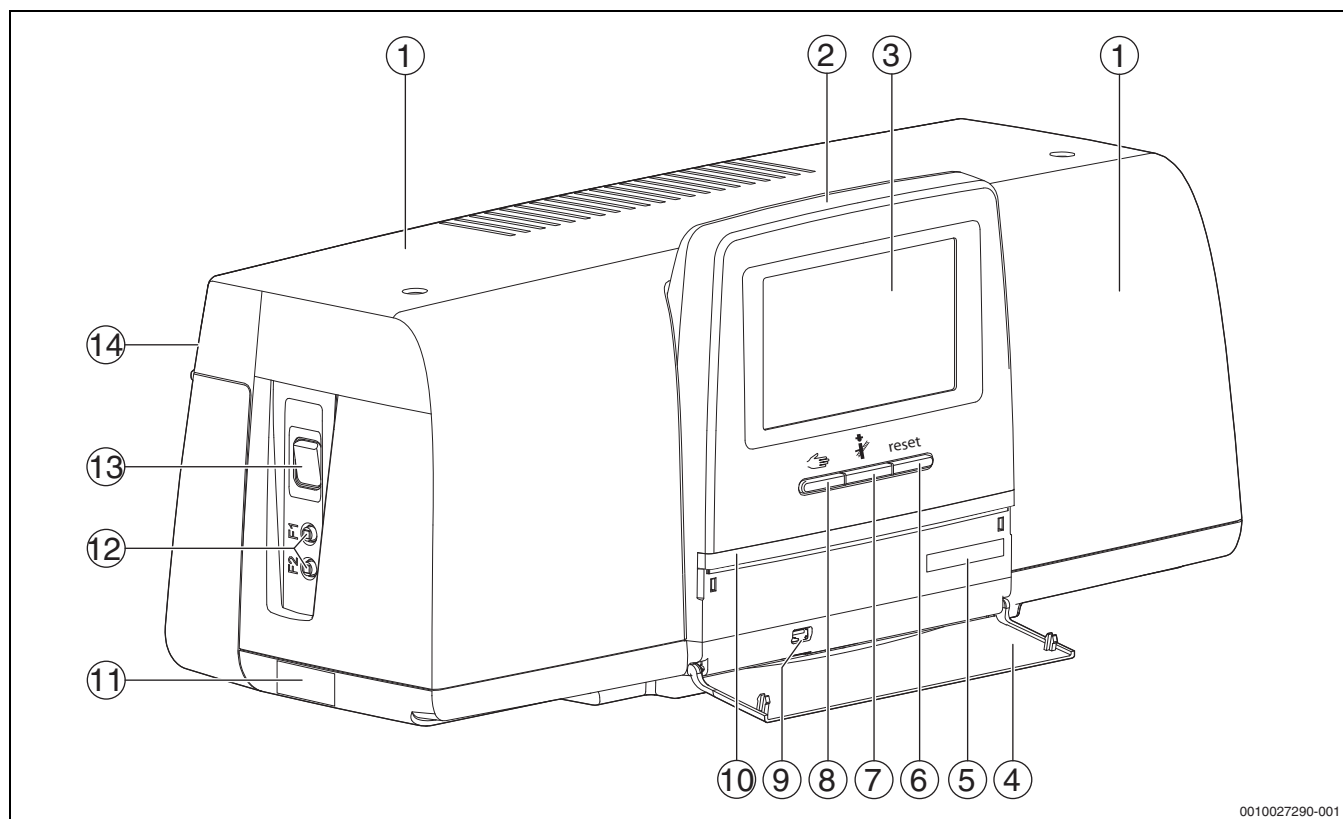

Рис. 7 Обзор системы управления и элементов управления
Состояние установки, функций и компонентов отображается с помощью индикатора состояния (→ рис. 13, [2], [6], страница 15) и LED-индикатора состояния (→ рис. 7, [10], страница 10).
- Включите систему управления, нажав переключатель Вкл./Выкл. (→ рис. 7, [13], стр. 10). После инициализации системы управления или неиспользования дисплея в течение некоторого времени на нем не появляется стандартная индикация. Во время инициализации на короткое время появляется название серии системы управления.